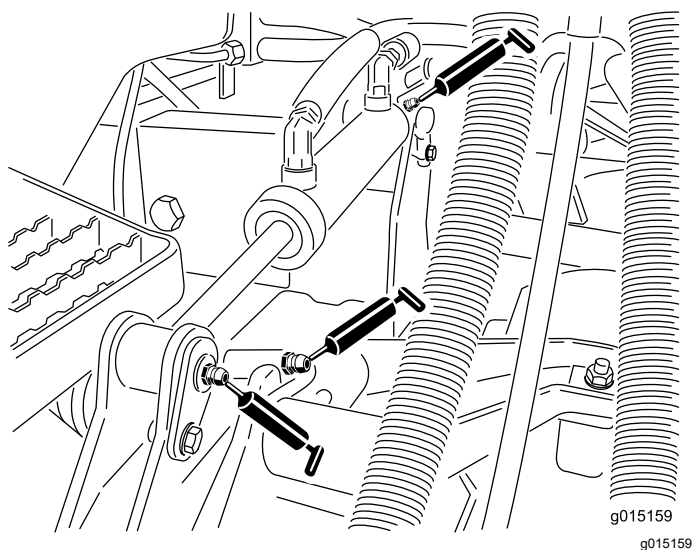

Рисунок 82
- Втулки подъемных цилиндров (по 2 шт. на режущий блок) (Рисунок 82)
- Втулки подъемных рычагов (по 1 шт. на режущий блок) (Рисунок 82)